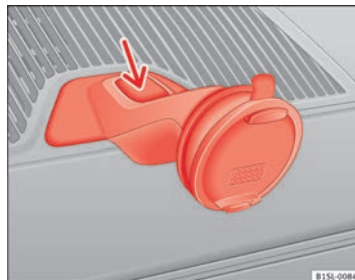

Abb. 129 Aufnahme des Navigationsgeräts ausbauen.
- Entriegelungstaste der Aufnahme drücken ⇒ **Abb. 129** (Pfeil).